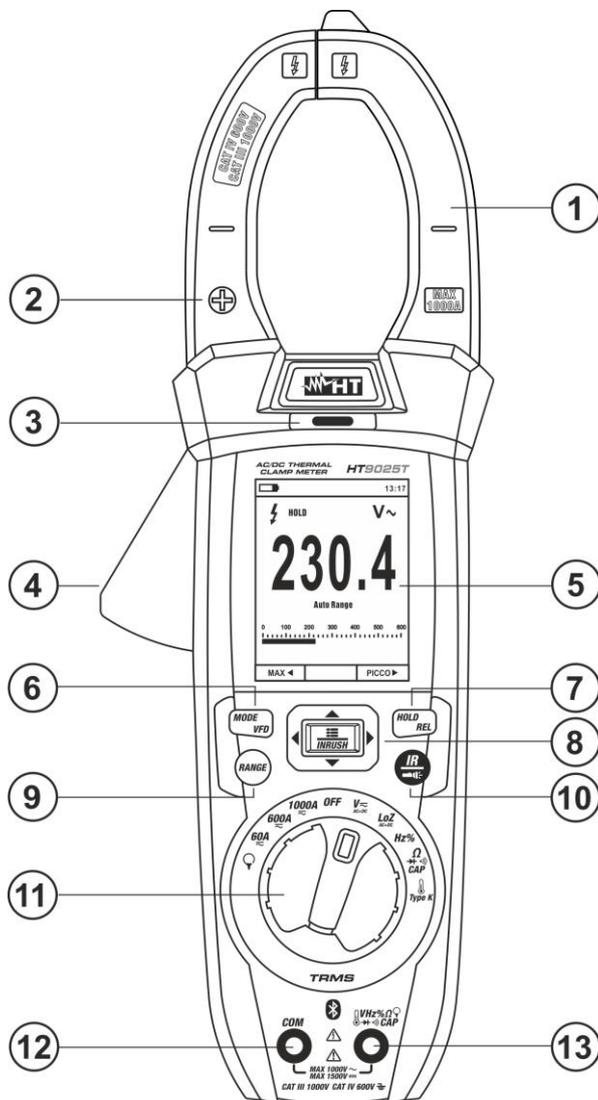

Fig. 1 Descrizione parte anteriore dello strumento
2. Avvicinare lo strumento in prossimità di una sorgente AC e notare l'accensione del LED rosso sulla parte alta (vedere Fig. 1 – parte 3) che ne evidenzia la presenza